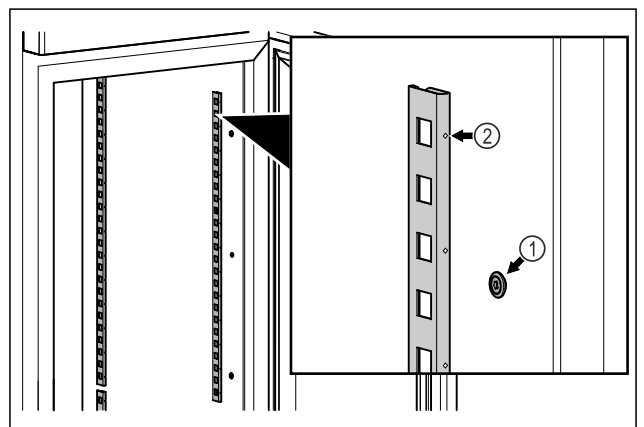

Fig. 56 Eksempelfremstilling
- Hekt sperrelistene inn i opphenget Fig. 56 (1). Markeringen Fig. 56 (2) må peke fremover.